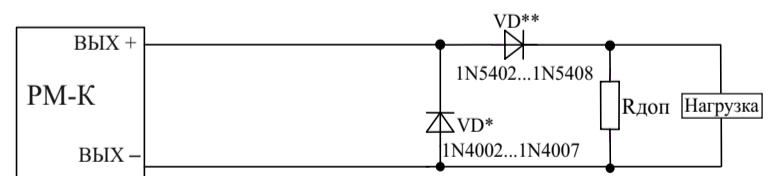

Рисунок 2
5.6 Для обеспечения контроля целостности выходных цепей в разрыв выходной цепи непосредственно к нагрузке должны быть подключены диоды или устройство подключения нагрузки (далее по тексту – УПН) (Рисунок 2).
5.9 При значении тока, протекающего через нагрузку во включенном состоянии выхода, менее 50 мА, для обеспечения контроля целостности выходных цепей параллельно нагрузке должен быть подключен резистор (Rдоп) (Рисунок 2).
1 – падение напряжения на диоде VD\*\* (Рисунок 2), В;